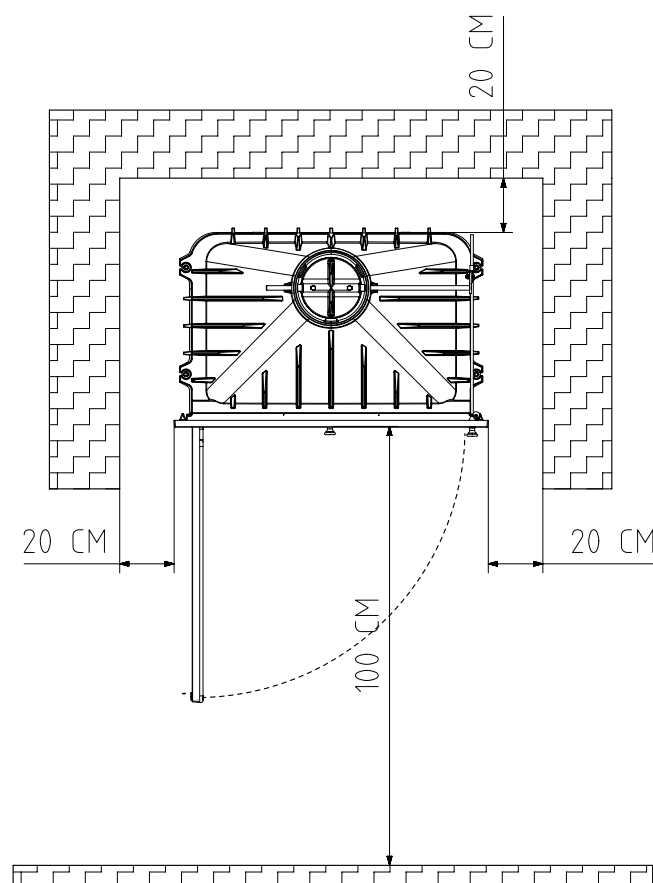

FIG. 7
- Mantenere qualsiasi materiale combustibile (mobili, tende, capi di vestiario, ecc.) ad una distanza minima di sicurezza di 0,90 m. (Fig. 7)